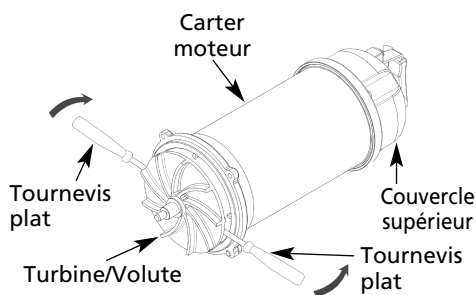
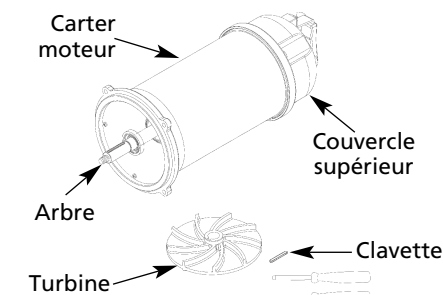

Figure 11
Figure 12
3. Enlevez la vis sur la volute à l'aide du tournevis plat (Figure 11). Démontez la volute et utilisez le tournevis plat pour soulever légèrement la turbine et l'extraire de l'arbre (Figure 12). Nettoyez et examinez la turbine afin de déceler des piqûres ou de l'usure et remplacez-la si nécessaire.
Pour réinstaller la turbine des modèles 11A341 à 11A345 à l'extrémité de l'arbre, faites correspondre la clavette de l'arbre à la partie concave de la turbine. Ensuite, nettoyez la volute et revisser comme dans la Figure 11. Pour réinstaller le couteau pour des modèles 11A341 à 11A345 à l'extrémité de l'arbre, faites correspondre la clavette de l'arbre à la partie concave du couteau. Remplacer l'écrou, la rondelle et la rondelle frein. Serrez au couple de 40 lb-pi. Tournez le couteau librement. Remettez la bague de broyage et vissez sur le support du couteau.
2. Puis retirez le coude, le couteau, la bague de broyage, la volute et la turbine. Une fois que la turbine est retirée de l'arbre, enlevez le joint d'huile de la cavité de la turbine et fixez la clavette de l'arbre pour le remontage (Figure 12). Examinez le joint d'huile pour déceler les traces d'usure et remplacez-le si nécessaire. Reportez-vous à « Entretien du couteau, de la turbine et de la volute ».